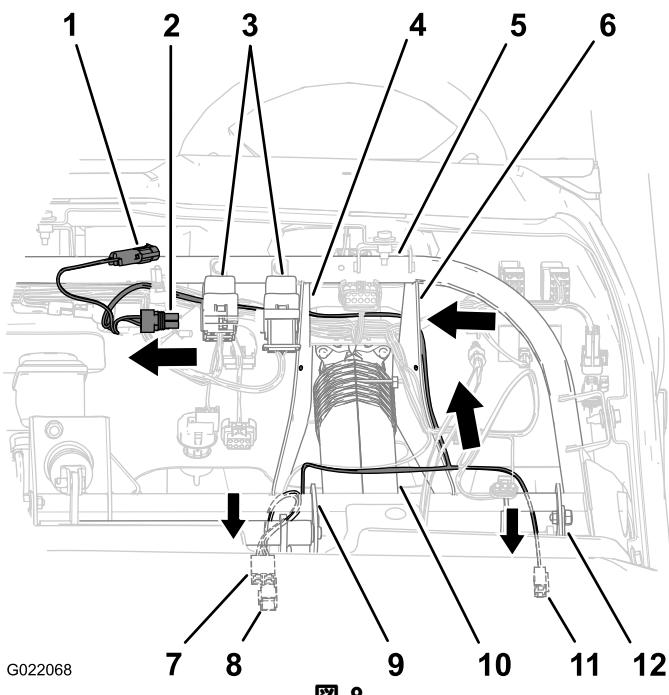

図 8
- A. 遅延タイマ用の枝線（2ソケット・コネクタと2ピン・コネクタが付いているもの）を、車体外側のステアリングコラム・ブラケットの外側に沿って配設し、そこから、シャーシのパイプのところにあるステアリングコラム・ブラケットの後ろに回す（図 8）。